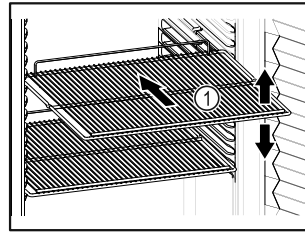

Fig. 48 Примерно изображение
- Ако стелажите за съхранение Fig. 48 (1) могат да се местят, регулирайте ги според височината.